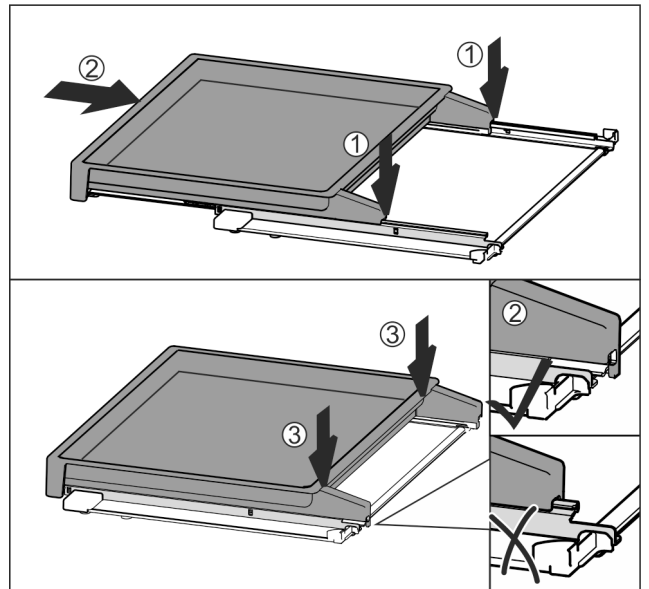

Fig. 51
- La poser au centre sur les rails Fig. 51 (1).
- Insérer complètement la bordure télescopique Fig. 51 (2).
- Appuyer sur sa partie arrière jusqu'à ce qu'elle s'enclenche de manière audible Fig. 51 (3).